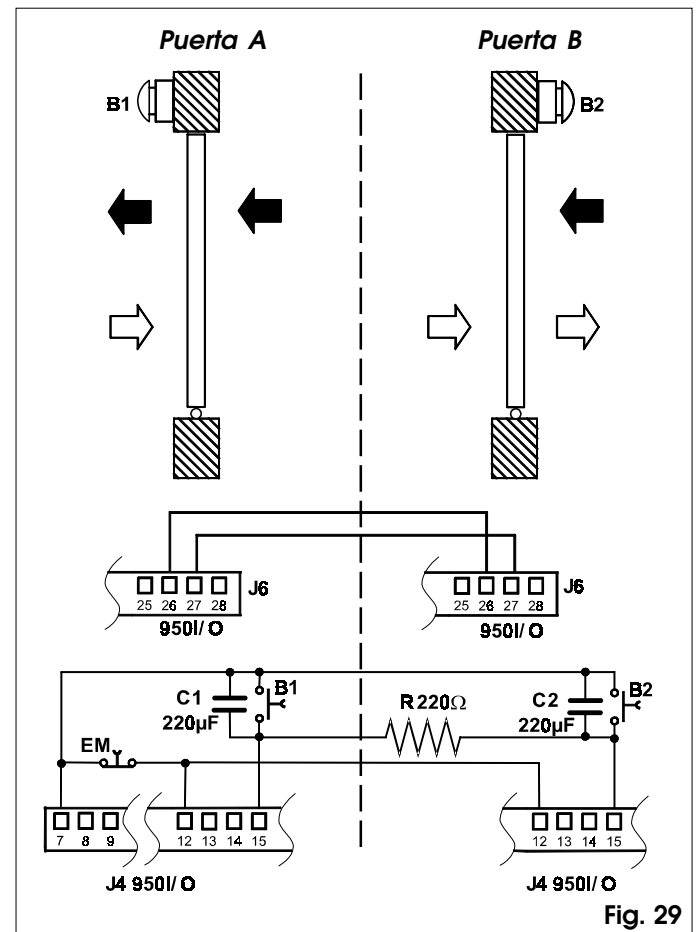

Fig. 29
- Realizar las conexiones entre los equipos 950I/O de las dos automatizaciones, de los pulsadores y de los componentes electrónicos adicionales como indicado en la fig. 29.